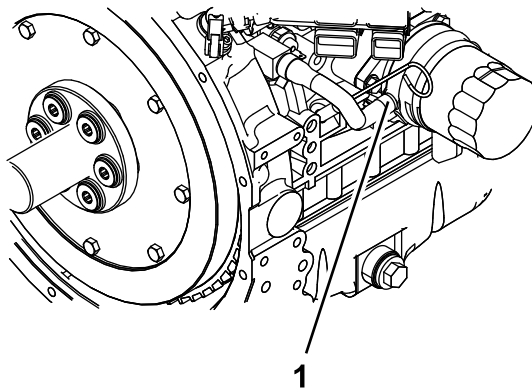

Bild 58
6. Entfernen Sie den Kühlmittelschlauch vom Ölkühler und lassen Sie das Kühlmittel aus dem Motorblock ab (Bild 58).